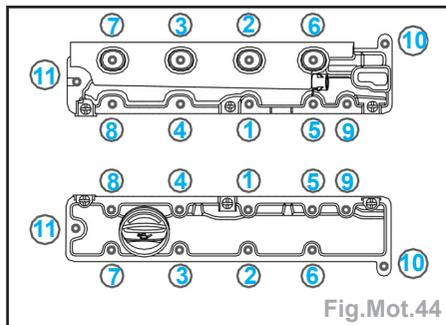

Fig.Mot.44
- Reposer les couvre-culasses équipés de joints neufs en respectant l'ordre indiqué (Fig.Mot.44).
- Procéder vis par vis et dans l'ordre indiqué (moteur 2,0 : (Fig.Mot.44) et moteur 2,0 HPI (Fig.Mot.47)) :